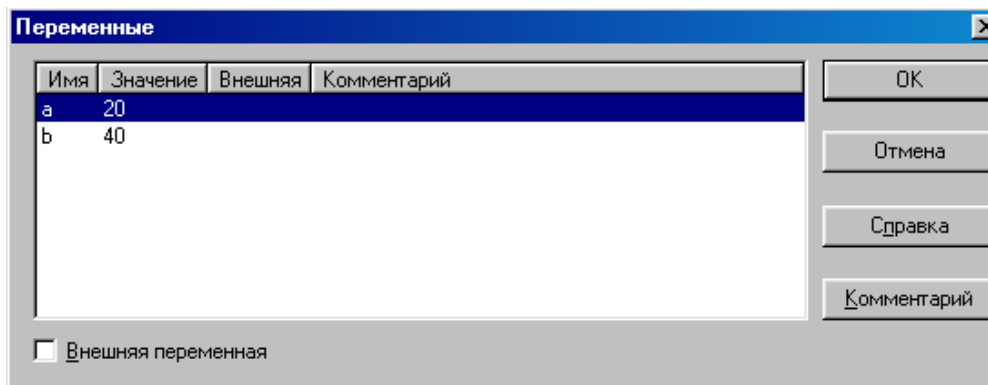

Рисунок 4.8 – Перегляд змінних
3. Увімкніть кнопку **Переменные** на сторінці **Параметризация**. Вона знаходиться на Панелі розширених команд під кнопкою **Уравнения** на екрані з'явиться діалогове вікно **Просмотр переменных**. У вікні перегляду показані всі змінні поточного фрагмента. У відповідних стовпцях вікна перераховані імена змінних і їхні значення. Поточною в списку є змінна **a** (рис. 4.8).